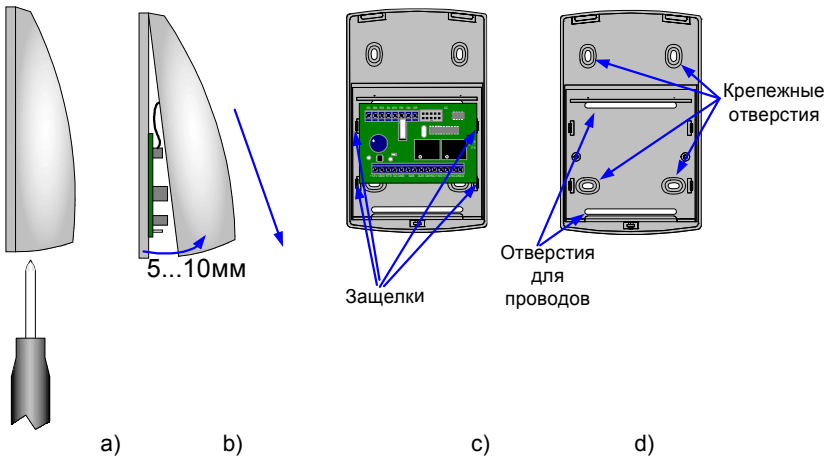

Рисунок 3.
- ослабьте винт в нижней части корпуса контроллера, см. рис. 3 а).
- аккуратно освободите из защелок печатную плату, размещенную в задней крышке корпуса, см. рис. 3 c).
- используя заднюю крышку контроллера как шаблон, см. рис. 3 d), отметьте и просверлите крепежные отверстия диаметром 6 мм на глубину установки дюбеля.
- вставьте переднюю крышку на место и закрепите ее винтом, см. рис. 3 а).